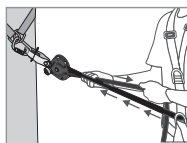
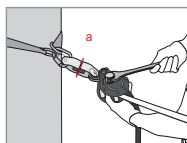

Fig. 3
Fig. 4
Dopo aver terminato l'installazione della linea di vita, tirare manualmente la corda (dal lato del nodo all'estremità- **Fig. 3**) in modo da effettuare una prerregolazione della tensione. La camma (8) e la leva della camma (4) entreranno automaticamente in contatto con la corda. Abbassare la leva della camma (4), quindi, servendosi di una chiave adeguata, tendere l'asse di regolazione della tensione (1) fino a quando la rondella indicatore di tensione (a) posta sull'indicatore di tensione (2) non ruoterà liberamente (**Fig. 4**). Non appena la rondella ruota liberamente, SMETTERE DI SERRARE! La tensione applicata corrisponde a una pretensione della linea di circa 1 kN. Durante l'uso controllare periodicamente la tensione (rotazione della rondella indicatore di tensione) e, se necessario, regolarla come indicato sopra.
**ATTENZIONE!** Non tentare di disserrare l'asse di regolazione della tensione (1) usando una chiave: la camma (8) resiste al disserraggio e alle rotazioni in senso antiorario. Agire in tal senso per forzare il disserraggio può influire negativamente sul funzionamento del sistema e sullo stato della corda.